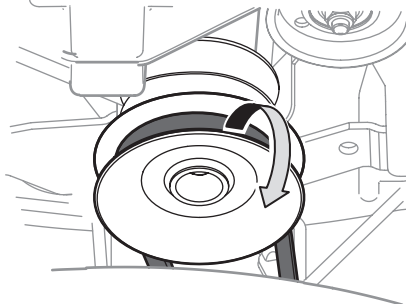

Figure 33
4. Dégagez la courroie de la prise de force de la poulie motrice du tracteur (Figure 33).
3. Dégagez la courroie de la poulie d'entraînement de la p. d. f. (Figure 33 à la page 88). Roulez un côté de la courroie pour la dégager de la poulie, puis continuez jusqu'à ce qu'elle soit complètement dégagée de la poulie.
9. Faites passer la courroie du plateau de coupe dans le support du guide de courroie, puis sur la poulie d'entraînement de la prise de force (Figure 33 à la page 88).